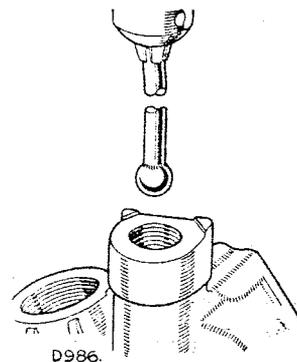

Fig. AO-5—Herramienta de rectificación de la válvula de bola de la bomba de aceite.
10. Sóldese un cojinete de bolas nuevo (Pieza No. 01035) al extremo de un trozo de tubería de longitud adecuada, según indicado en Fig. AO-5.